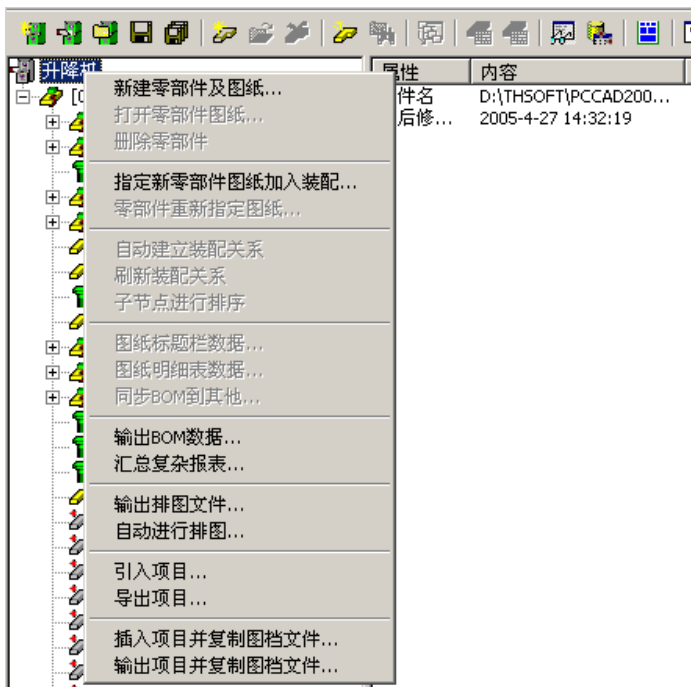

图 16-4
- A. 在浏览器的根部点取鼠标右键，上下文菜单如图 16-4。